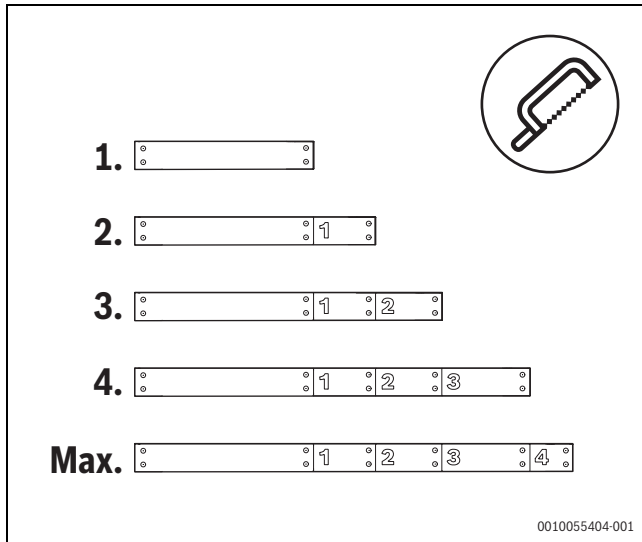

Bild 4 Längen der Distanzbretter des Fertigfundaments
- ▶ Stellen Sie sicher, dass Sie die Distanzbretter an der richtigen Markierung ablängen (Bild 4).